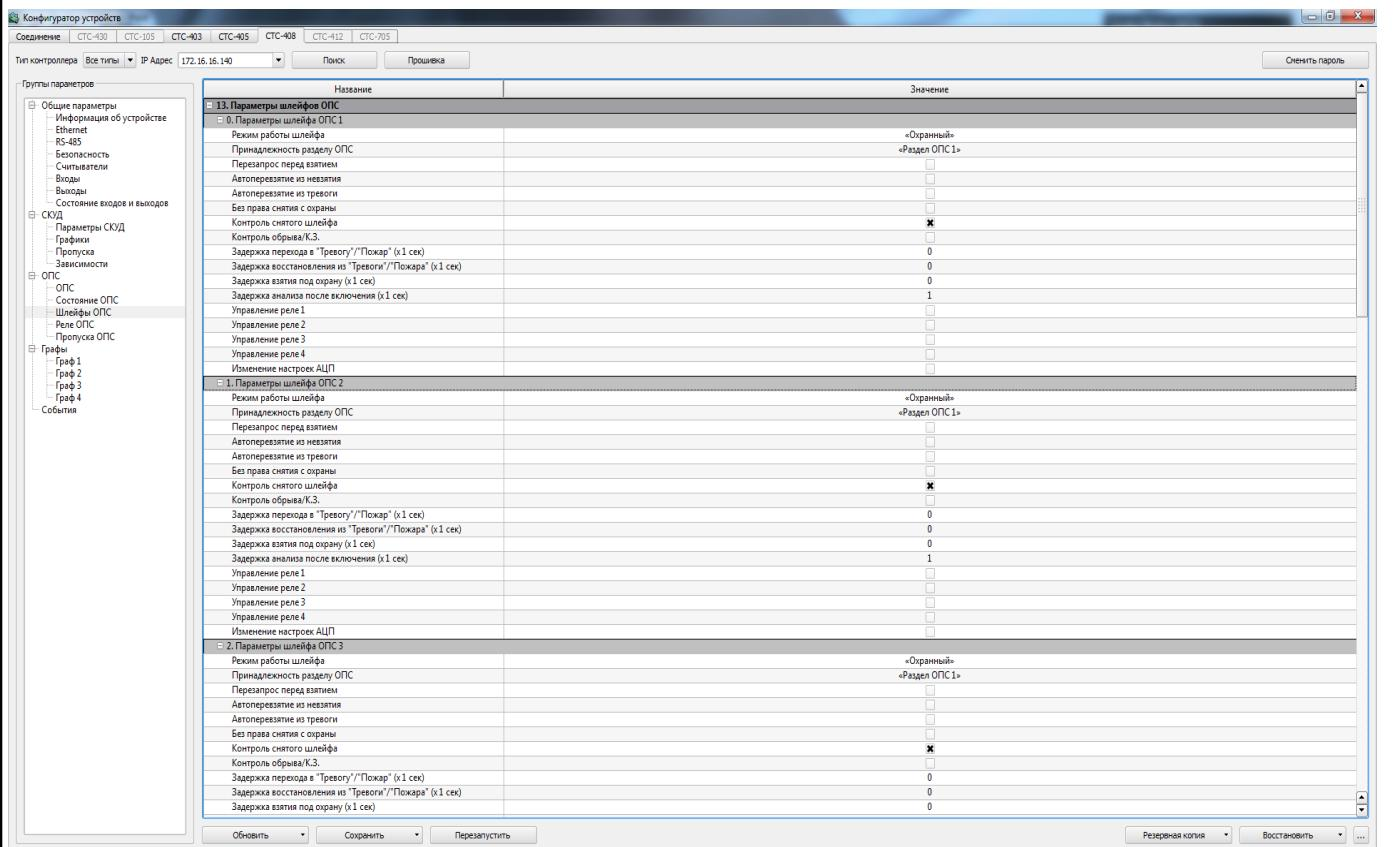

Рисунок 18
*Настройте параметры каждого из 8 шлейфов (Рисунок 18):*